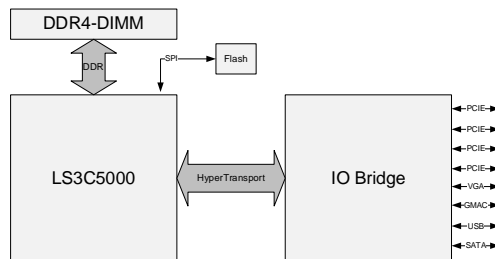

图 1.2 单处理器系统连接
- (1) 单路服务器，龙芯 3C5000 单处理器系统。使用 HT0 接口用于 IO 桥片连接。一种常见的连接方式如图 1.2 所示：